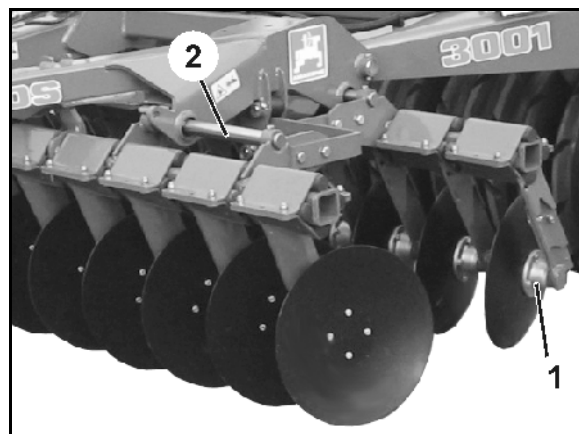

Bild 8
Lagringen av håltallrikarna (Bild 8/1) består av ett tvåraders sfäriskt kullager med mekanisk tätning och oljepåfyllning och är underhållsfritt.
- Förskjutningen av de båda tallriksraderna ställs in via förskjutningsenheten (Bild 8/2) med avseende på arbetsdjup och hastighet. Inställningen görs med **AMAZONE**-excenterbultarna.